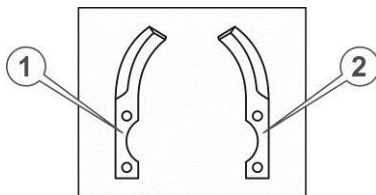

Рисунок 4.5. Ножи ґрунтофрези
2. Взяти з комплекту ґрунтофрези по одному лівому і правому ножу (див. Рисунок 4.5.).